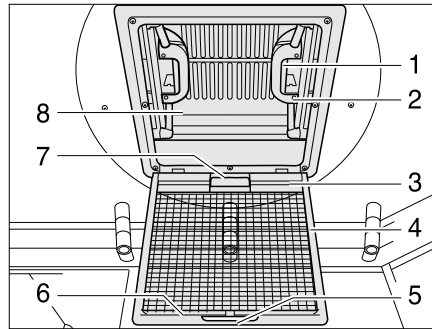

Bild 45 Dachhaube mit Schnappverschluss
- Am Griff (Bild 45,5) ziehen.
- Insektenschutz (Bild 45,4) nach unten klappen.
- Schnappverschluss (Bild 45,1) zur Innenseite der Dachhaube (Bild 45,8) drücken. Gleichzeitig mit dem Griff (Bild 45,2) die Dachhaube nach oben drücken.
- Insektenschutz (Bild 45,4) nach oben schwenken, bis er einrastet.
- An beiden Griffen (Bild 45,2) die Dachhaube (Bild 45,8) kräftig nach unten ziehen, bis beide Schnappverschlüsse (Bild 45,1) eingerastet sind.
- Verdunklungsrollo am Griff (Bild 45,7) ziehen und Hakenleiste (Bild 45,3) in die Halteleiste (Bild 45,6) am Insektenschutz einhängen.
- Hakenleiste (Bild 45,3) von der Halteleiste (Bild 45,6) lösen und Verdunklungsrollo langsam zurückführen.